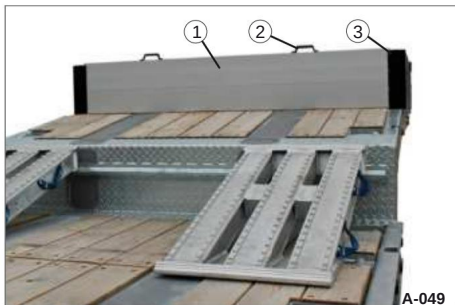

Bild 58 Insticksvägg
- Lyft sidoväggen (Bild 58/1) helt ur hörnstolparna (Bild 58/3) med hjälp av handtagen (Bild 58/2).